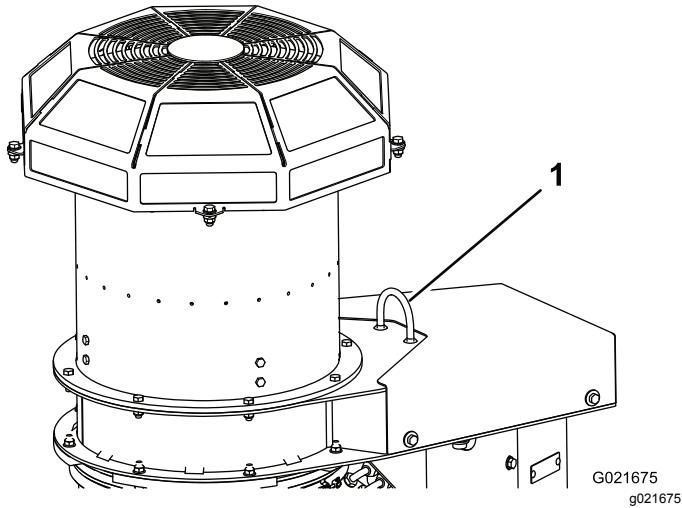

Figura 6
6. Rimuovete la cinghia dal pallet e fissatela all'anello di sollevamento sul soffiatore (Figura 6).